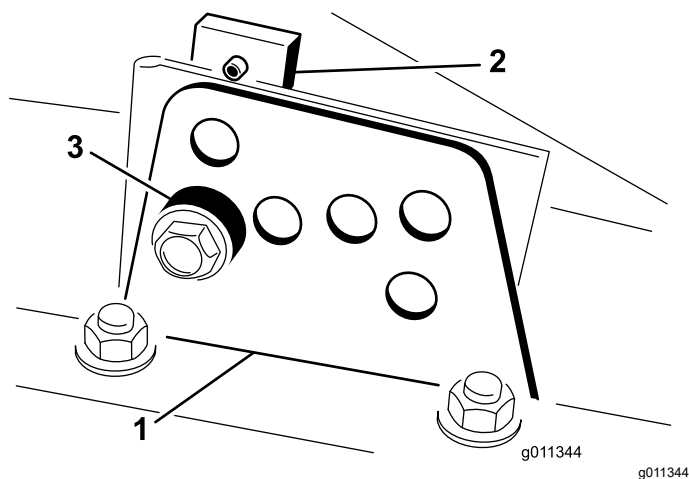

Figura 21
2. Afloje el perno que sujeta cada soporte de altura de corte a la pletina de altura de corte (delante y en cada lado), según se muestra en la Figura 21.
4. Sostenga la cámara y retire el espaciador (Figura 21).